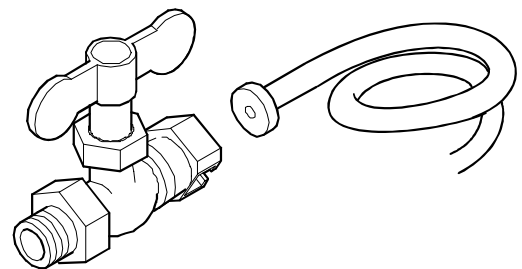

Fig. 9
- collegare la traversa come indicato in **Fig. 9**.
- connect the free wheel jack as shown in **Figure 9**.
- Den Heber gemäß **Abb. 9** anschliessen.
- effectuer la connexion de la traverse comme indiqué à la **Fig. 9**.
- conectar el travesano como indica la **Fig. 9**.